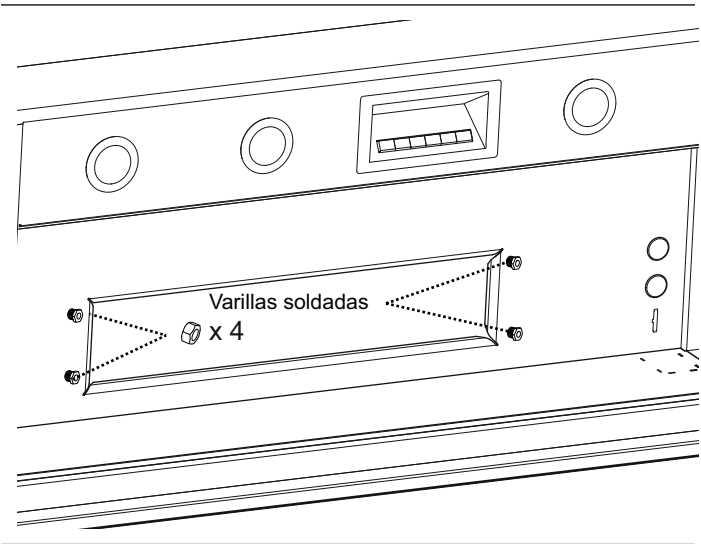

Figura 6: Ubicación de las varillas soldadas y de la caja de conexiones
1. El ventilador está sujetado a la campana mediante las dos varillas soldadas de la placa de montaje. La *Figura 6* muestra la ubicación de esas varillas.
3. Ajuste las cuatro (4) tuercas (proporcionadas con la campana). Apriete las tuercas para sujetar el ventilador a la campana.
1. Quite la tapa de la caja de conexiones, la que cubre los cables (consulte la Figura 6 en la página 10).
2. Quite las entradas circulares hundidas (Figura 6 en la página 10).
1. Quite la tapa de la caja de conexiones, la que cubre los cables (*consulte la Figura 6 en la página 10*).
2. Quite las entradas circulares hundidas (*Figura 6 en la página 10*).
- b) Quite la tapa de la caja de conexiones (vea la *Figura 6 en la página 10*).